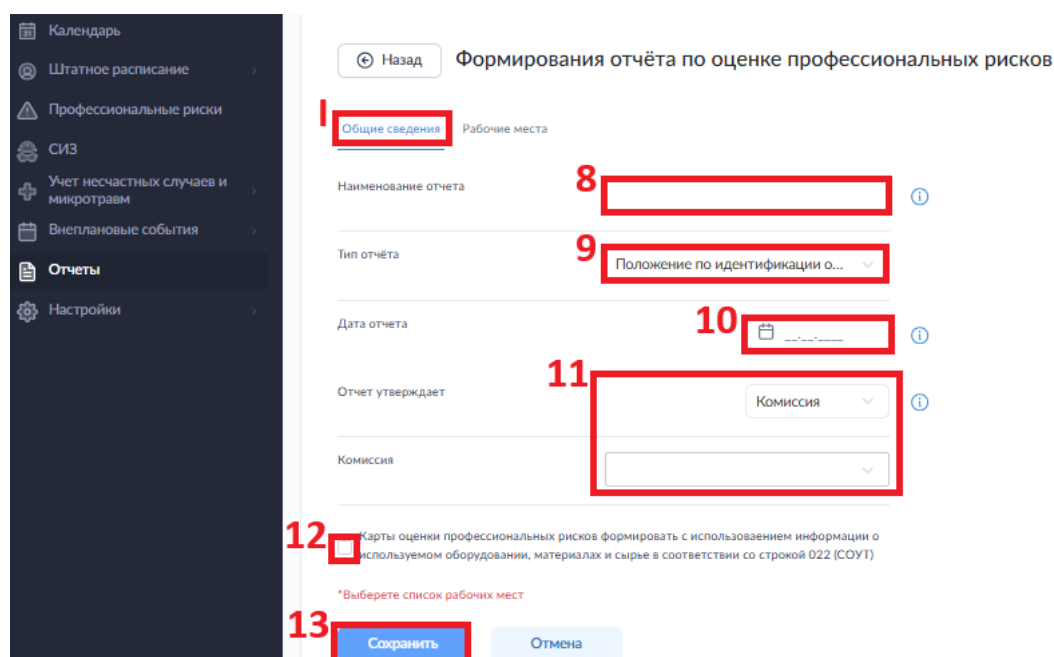

Рисунок 134. Раздел «Отчеты». Подраздел «Оценка профессиональных рисков». Окно формирования отчета ОПР. Вкладка I.
В открывшемся окне (рис. 134), на вкладке (I) «Общие сведения» – указать наименование (8), тип (9) и дату отчета (10), выбрать, будет ли формироваться отчет с указанием комиссии, или эксперта (11), выбрать комиссию или эксперта из списка. По установлению «флажка» в чек-боксе 12 в строке 010 карт оценки профессиональных рисков будет заполняться информацией, указываемой при добавлении рабочего места в систему (см. п. 4.2.2 руководства).